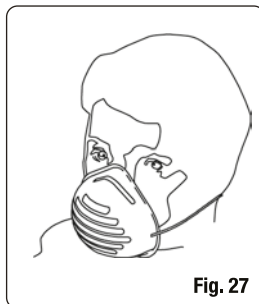

Fig. 27
- c) Utilize uma máscara para proteger o nariz e a boca (Fig. 27).